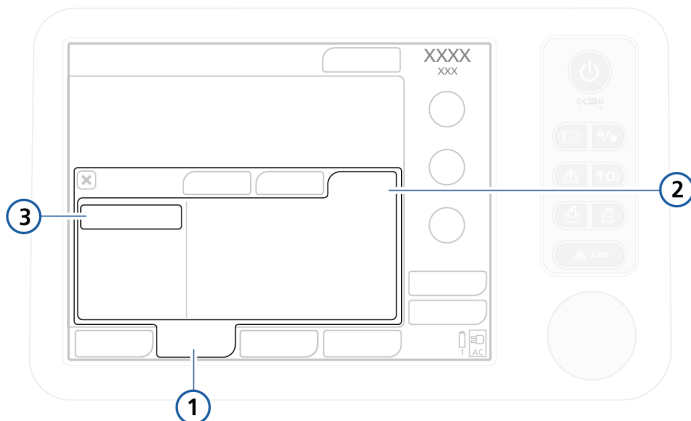

图 3-8. 数据传输窗口 1
2. 打开“效用” -> “数据传输”窗口（图 3-8），并选择“导出日志”。